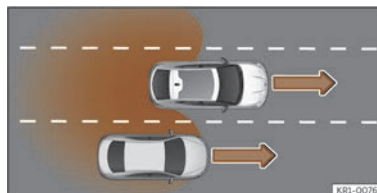

Fig. 125 Adelantamiento en el carril central e incorporación posterior al carril derecho.
- Cuando se adelanta a otro vehículo >>> **fig. 125** con una diferencia de velocidad de aprox. 10 km/h (6 mph). Si el adelantamiento es considerablemente más rápido, no se muestra ninguna indicación.